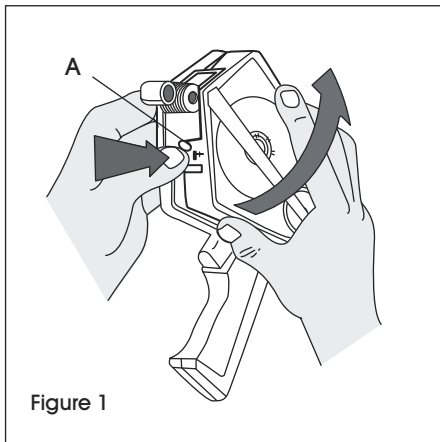

Figure 1
1. Enfoncez (A) et soulevez pour ouvrir le couvercle. (Voir Figure 1)